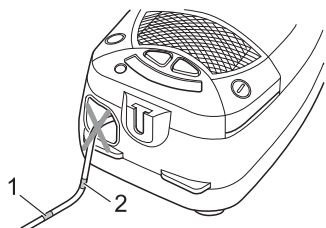
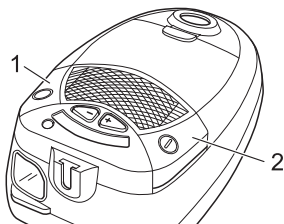

Abb. 10
Abb. 11
2. Ziehen Sie das Kabel am Stecker bis zur gelben Markierung (Abb. 10/1) heraus.
Falls die rote Markierung (Abb. 10/2) sichtbar ist, ziehen Sie das Kabel mithilfe der Kabelaufrolltaste (Abb. 11/2) wieder bis zur gelben Markierung ein. Ansonsten kann das Kabel abreißen. Es besteht die Gefahr eines elektrischen Schlages.
3. Schalten Sie den Bodenstaubsauger am Ein-/Aus-Schalter (Abb. 11/1) ein.